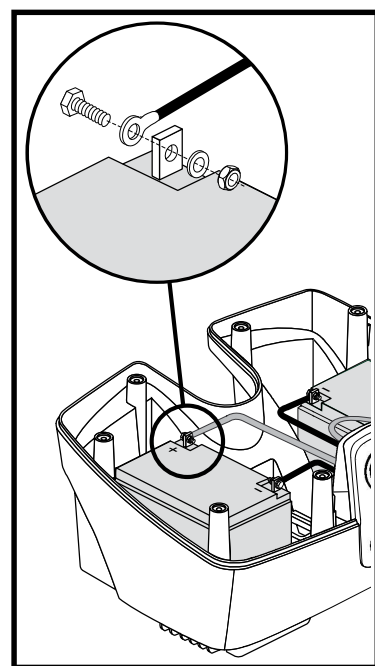

Figura 21. Scollegare il cavo batteria dalla scatola batteria 17-22 Ah
**NOTA:** Alcune batterie richiedono la rimozione di un dado e di un bullone per scollegare il cavo della batteria dal morsetto. Vedere figura 21.